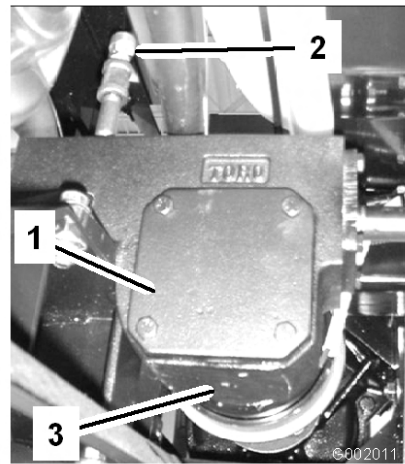

図 68
2. ドレン・プラグの下にオイルを受ける容器をおく（図 68）。
3. 補給口プラグとドレン・プラグを取り（図 68）、排出されるオイルを容器で回収する。